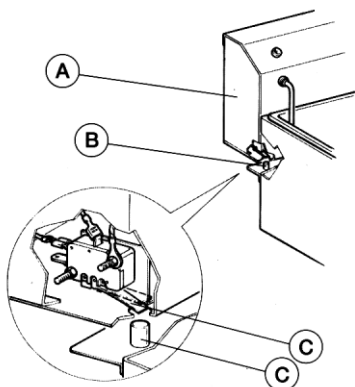

Рис.1
1. **См.рис.1.** Установите котел на место. Установите съемную головку А в рабочее положение так, чтобы штырь В нажимал на микровыключатель С.